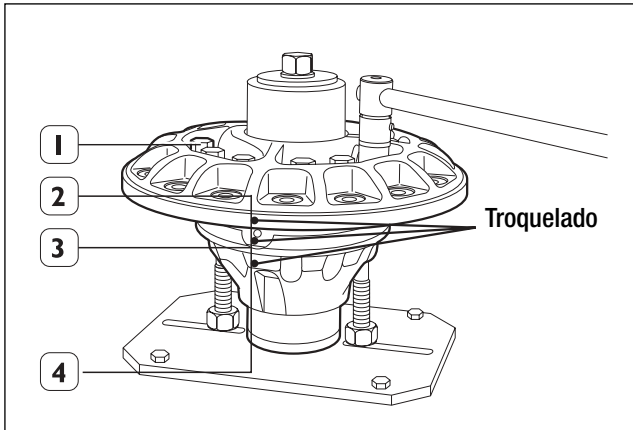

Fig. 20
6. Marcar la posición de montaje de las dos semicajas (2 y 3) y de la cruceta (4) para el acoplamiento y el reensamblaje correctos.
7. Desenroscar los tornillos (1) y levantar la semicaja embrizada (2). (Fig. 20)